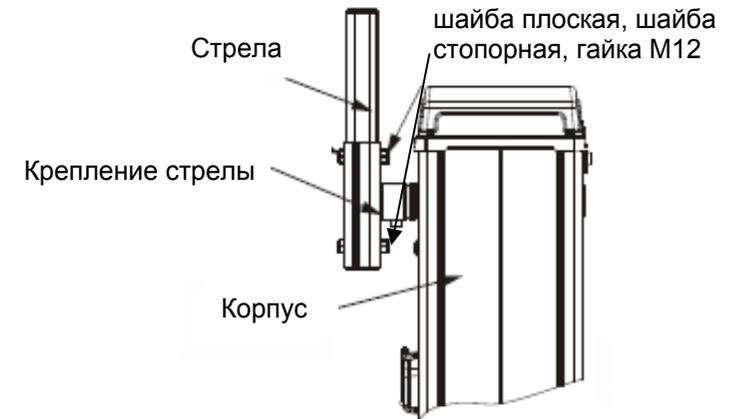

Рис. 7 – Монтаж стрелы
2.2.3 Установите стрелу с крепёжной планкой на крепление стрелы на корпусе шлаग्баума (см. рис. 7). Крепление стрелы на корпусе при этом находится в вертикальном положении.